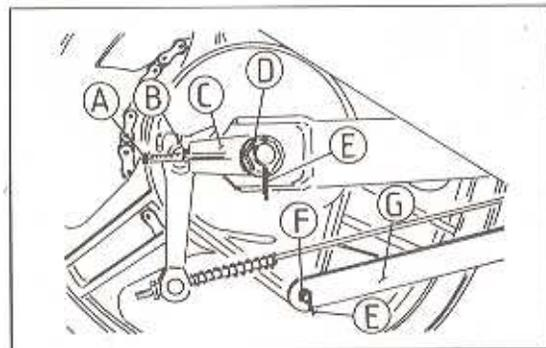

Bild 214
- Die Schubstrebe von der Tragnabe des Hinterrads abbauen (Bild 214).